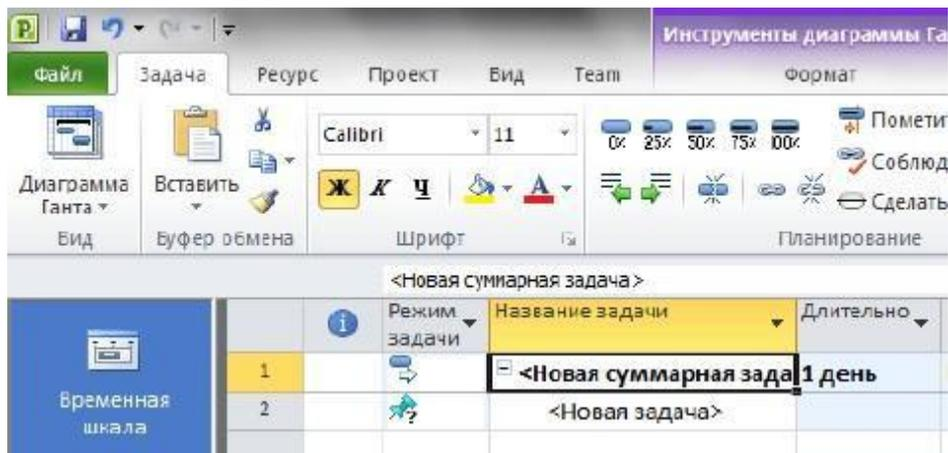

Рис. 5.2. Введення сумарного завдання
2. У проекті з'явиться сумарне завдання із підзадачею. Введіть назву етапу (замість **<Нове сумарне завдання>**) назву підзадачі (замість **<Нове завдання>**), рис. 5.2. Якщо необхідно, можна ще додати завдання в цей етап.